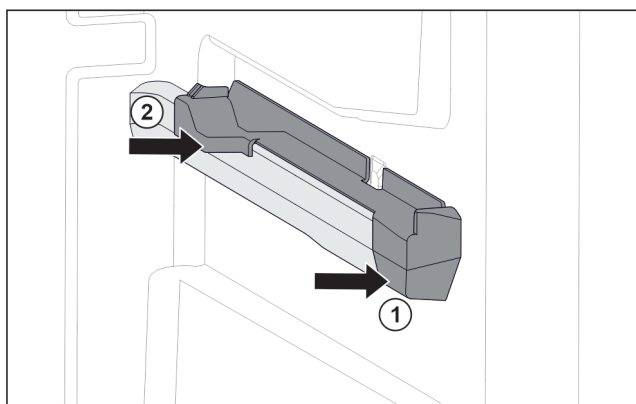

Fig. 148 Natični dio na desnom žlijebu spremnika
- ▶ Postavite natični dio sprijeda na žlijebu spremnika. Fig. 148 (1)
- ▶ Pritisnite natični dio straga. Fig. 148 (2)